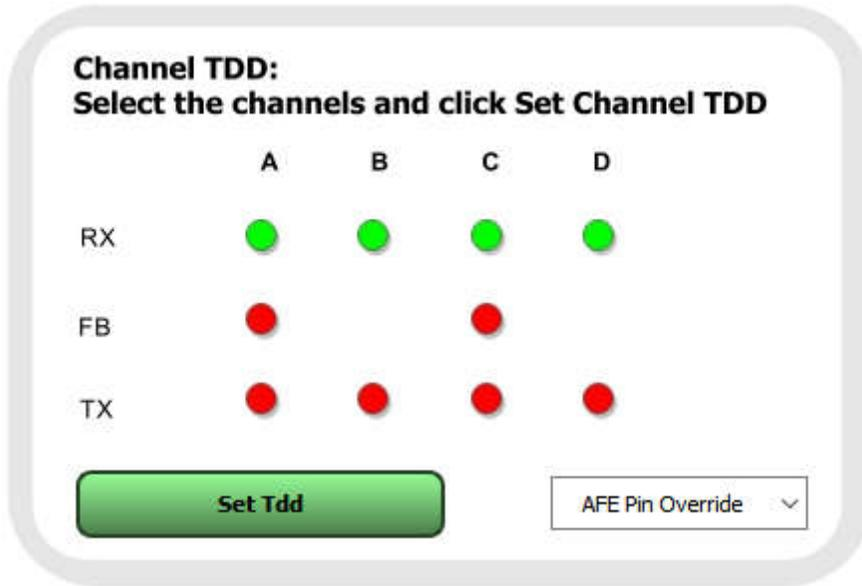

图 2-13. 启用 RX TDD
- 完成“所有测试用例的初始启动”部分中的步骤后，导航到 Latte 中的 Channel-Controls (通道-控制) 选项卡，在“Channel TDD”（通道 TDD）下，单击 RX 的按钮将其变为绿色，然后单击“Set TDD”（设置 TDD），如 图 2-13 中所示。